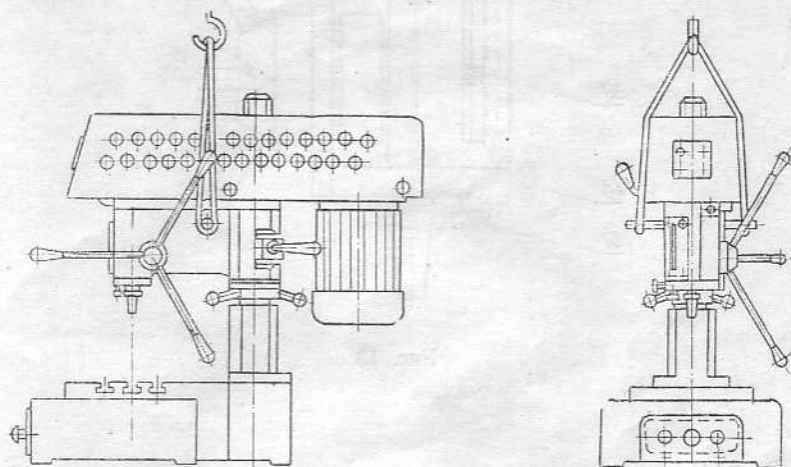

Рис. 12 Схема транспортировки
2. 2. 2. Транспортирование (рис. 12).